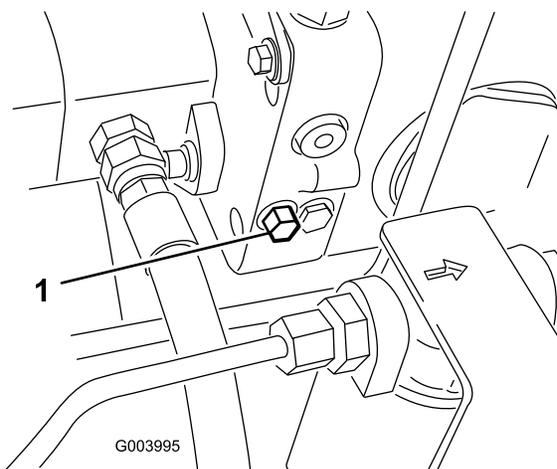

Рисунок 71
1. Чтобы открыть перепускной клапан и обеспечить внутренний перепуск масла, поверните болт клапана на 1,5 оборота (Рисунок 71).